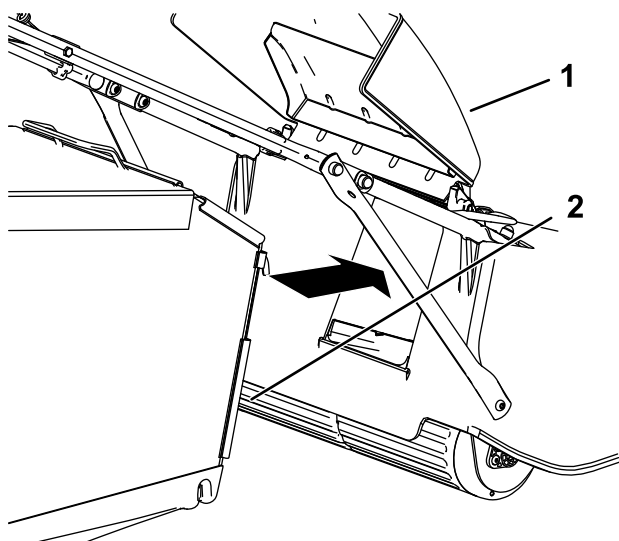

Figure 22
4. Accrochez le bac à herbe en place (Figure 22).